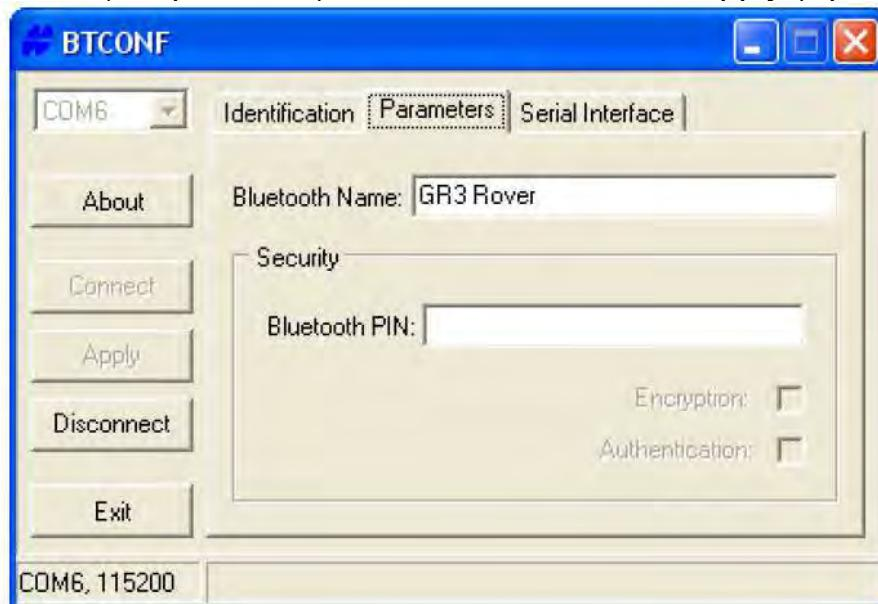

Рисунок 2-22. Программа BTCONF. Вкладка *Parameters* (*Параметры*)
5. Выберите вкладку *Parameters* (*Параметры*) (см. рис. 2-22). В ней можно установить идентификатор (название) модуля. В области *Security* (*Безопасность*) устанавливаются параметры защиты от несанкционированного доступа.
6. Введите уникальное название модуля Bluetooth длиной до 14 символов (см. рис. 2-22) и щелкните на кнопке *Apply* (*Применить*).